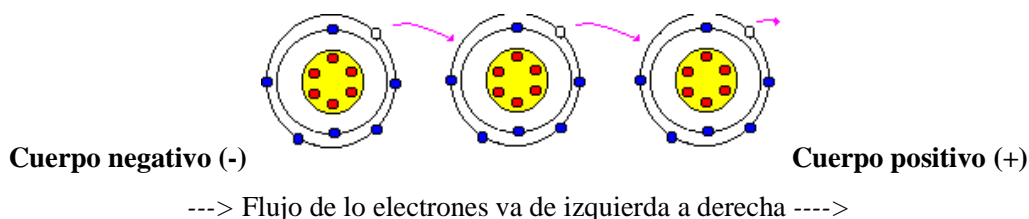

Figura 1.1. Movimiento de electrones
*Cuando se coloca un material eléctricamente neutro entre dos cuerpos cargados con diferente potencial (tienen diferente carga), los electrones se moverán desde el cuerpo con potencial más negativo hacia el cuerpo con potencia más positivo. Ver la figura 1.1*
*Para lograr que una lámpara como la que se muestra en figura 1.1 se encienda, debe circular por los cables a los cuales está conectada, una corriente eléctrica*